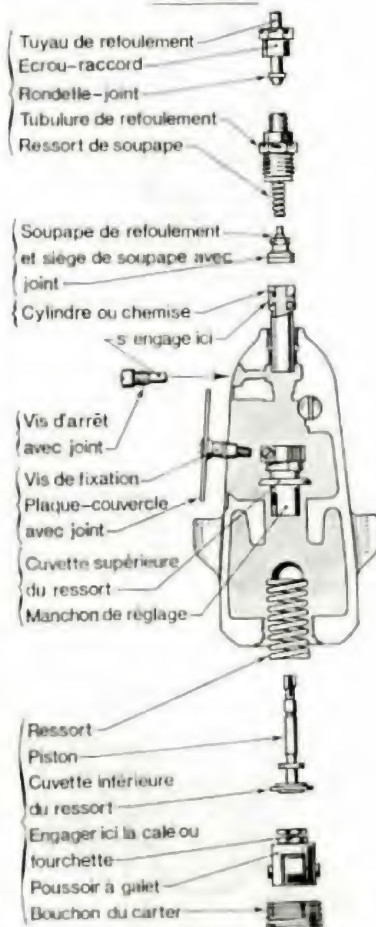

Fig. 9.
*Prévoir des compartiments de rangement des organes démontés et **utiliser impérativement l'outillage spécial recommandé par le constructeur** (fig. 9, page 10, Chap. I).*
- Agir sur le poussoir à galet à l'aide de la pince spéciale, puis retirer la fourchette (fig. 9 et 10).
- Retirer le manchon de réglage, la cuvette supérieure et le secteur denté (fig. 9 et 14).
- Sortir les vis d'arrêt des éléments de pompe, puis extraire les cylindres ou chemises (fig. 9 et 18) (1).